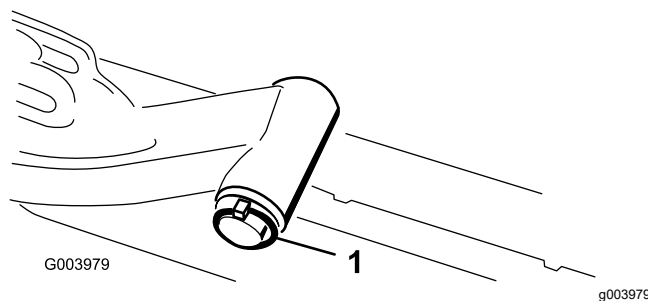

Figure 11
1. Retirez la goupille à anneau et la rondelle qui fixent l'axe de pivot du bras de levage au bras de levage, et sortez l'axe de pivot du bras (Figure 11).
3. Insérez l'axe du bras de levage dans le bras et fixez-le à l'aide de la rondelle et de la goupille à anneau (Figure 11).